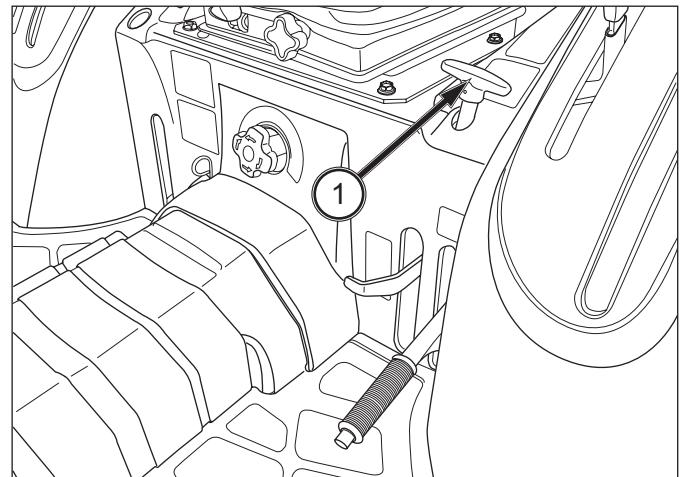

ABB. 55
ABB. 55: Wenn das Differentialsperrpedal (1) betätigt wird, werden die Hinterachsgetriebe zusammengeschaltet, damit die Antriebskraft auf beide Hinterräder übertragen wird. Dies ist insbesondere beim Arbeiten auf unbefestigtem oder rutschigem Untergrund wichtig. (Mechanisches Getriebe)